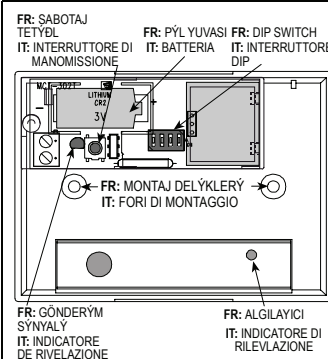

Fig. 5 - Vue de l'intérieur / Vista interna
B. Imparare l'uso degli elementi indicati in Fig. 5 – tutti richiesti nelle fasi che saranno necessarie nel corso dell'installazione.